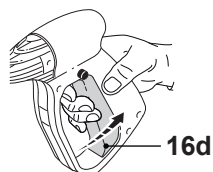

Fig. 21
2. Desplace el interruptor de puesta en marcha/apagado (3) hasta la posición de apagado "O".
4. Accione el gatillo (16d) para liberar la presión remanente acumulada en la máquina (Fig. 21).